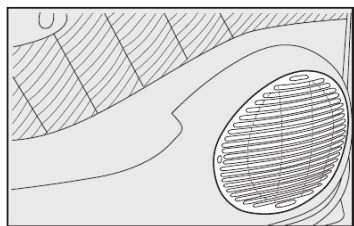

fig. 82
- alto-falantes na porta dianteira **fig. 82**.